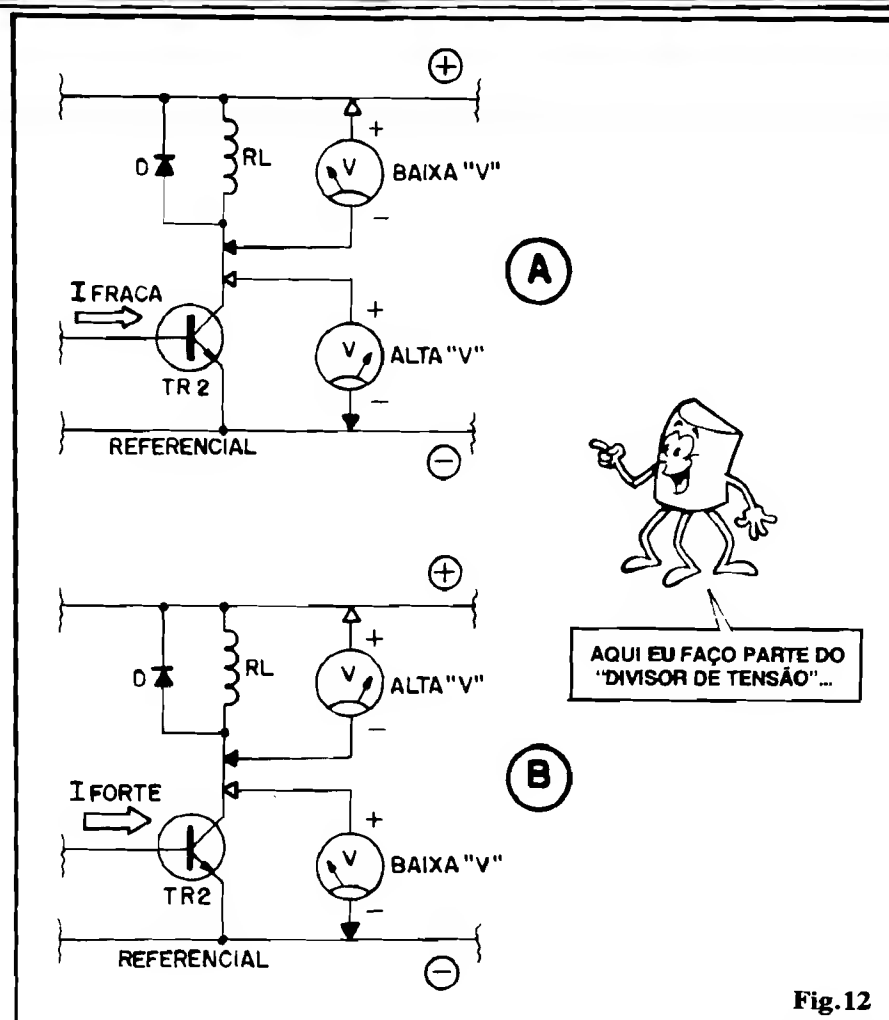

Fig. 12
- FIG. 12 - MAIS ANÁLISES DE TENSÃO, NO CIRCUITO... - Vejamos agora as condições de Tensão na "saída" (último bloco)